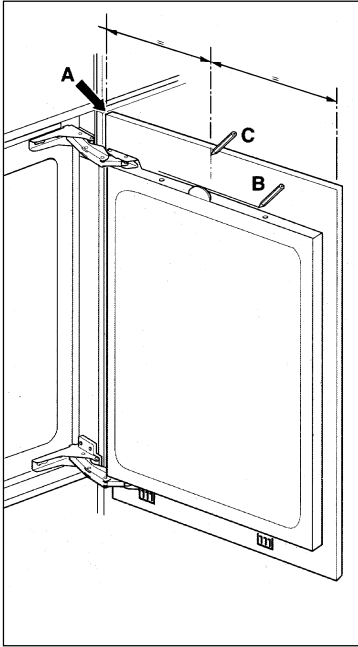

Рис. 5
- ❑ Установите переднюю панель (**рис. 5/A**) заподлицо с расположенной сверху смежной передней панелью и отмаркируйте верхний край двери прибора на передней панели (**рис. 5/B**). Отметьте середину передней панели (**рис. 5/C**).